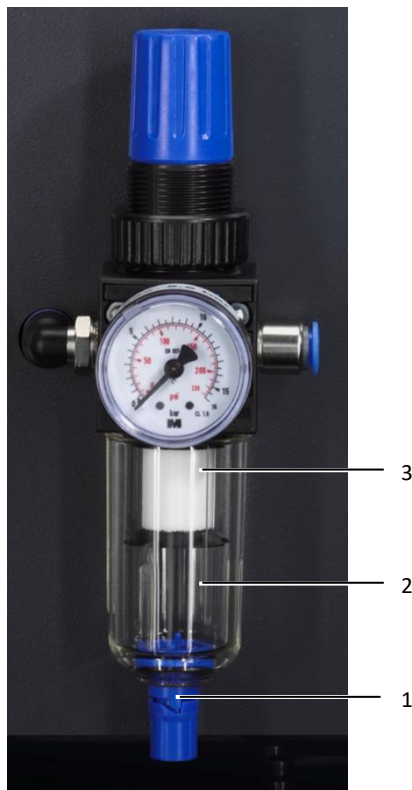

Bild 29: Tryckluftsserviceenhet
- Tryck upp tömningsskruven (bild 29, pos. 1) för att tömma ut kondensvattnet.
- Vid filterbyte ska kondensvattenbehållaren (bild 29, pos. 2) skruvas av. Därefter kan filtret (bild 29, pos. 3) skruvas ur.